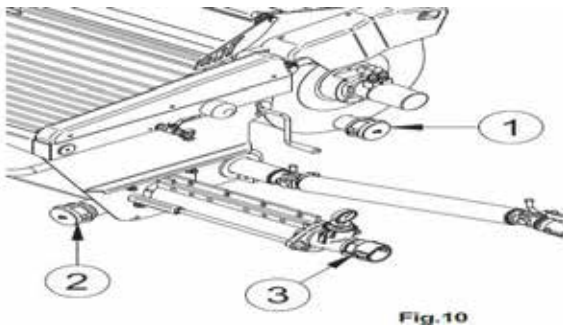

Fig.10
- goliți malaxorul prin scoaterea capacului (fig. 10, ref. 1) sau vărsându-l în cuvă
- scoateți capacul cuvei (fig. 10, ref. 2)
- închideți capacul cuvei (fig. 10, ref. 2) și umpleți-o cu apă.
- porniți din nou mașina timp de câteva secunde până când apa care iese din colectorul este curată (fig. 10, ref. 3); astfel, vă asigurați că pompa este curată